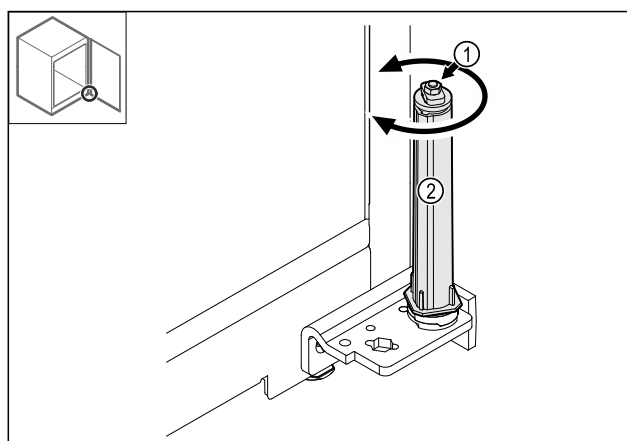

Fig. 37
- Verschraubung Fig. 37 (1) des Schließsystems nicht zerlegen.
- Schließsystem Fig. 37 (2) drehen, bis es klickt.